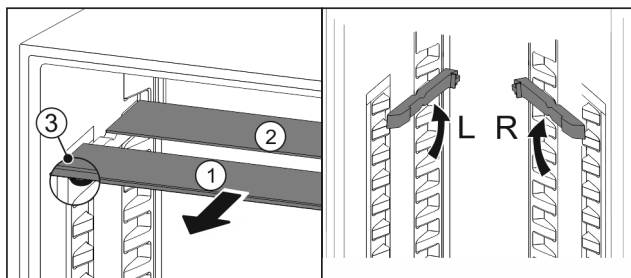

Fig. 117
- ▶ Издърпайте Fig. 117 (1) поотделно стъклените плочи напред.
- ▷ Стъклената плоча Fig. 117 (1) с декоративната лайстна е отпред.
- ▷ Ограничителите Fig. 117 (3) сочат надолу. Уреди с фризерно отделение:\*